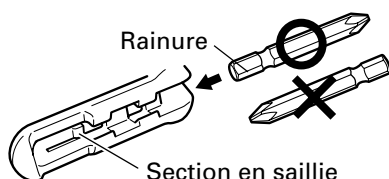

Fig. 9
Glisser la mèche en procédant par le côté, dans le sens indiqué sur la Fig. 9, puis l'insérer à fond jusqu'à ce que la rainure de la mèche se verrouille dans la section en saillie du crochet.
- La mèche risque de se détacher du crochet et de provoquer des blessures physiques si le sens de la mèche est inversé comme indiqué à la Fig. 9, ou si la perceuse est utilisée avec une mèche incomplètement insérée.